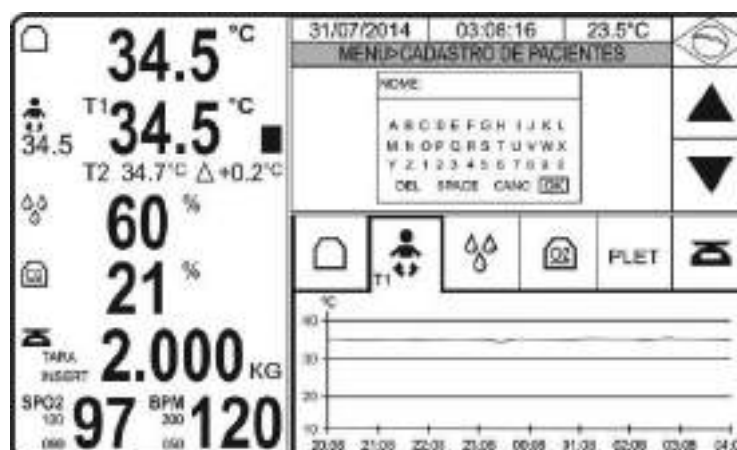

Figura 198 - Cadastro de Paciente - Teclado
- Para preencher os dados, utilizar o botão rotativo para percorrer os caracteres clicando no mesmo para inserir / confirmar, a cada clique seguir para o próximo caractere até formar o texto, conforme figura 198.